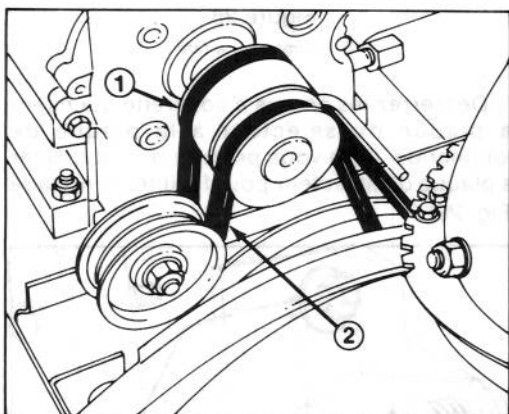
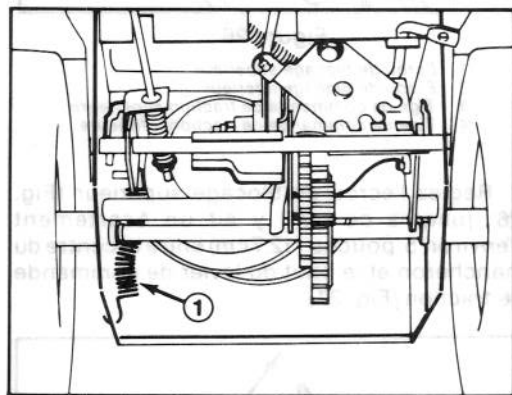

Figure 24
Figure 25
Quand la courroie de commande de tarière et du rotor (Fig. 24) est usée, étirée, saturée d'huile ou défectueuse de quelque manière, il faut la remplacer.
3. Enlevez la courroie de commande de tarière de la poulie du moteur et de la grande poulie de tarière/rotor (Fig. 24).
4. Passez la courroie neuve autour de la grande poulie de tarière/rotor (Fig. 24). Passez ensuite la courroie sur la poulie du moteur en vous assurant que la courroie soit à l'intérieur de la poulie de renvoi et du guide de courroie en fil métallique (Fig. 24).
4. Basculez la déneigeuse pour qu'elle appuie sur le logement de tarière et bloquez-la afin qu'elle ne puisse tomber accidentellement. Enlevez la plaque de protection arrière et dégrafez le ressort de la plaque latérale (Fig. 25).
5. Remettez la déneigeuse en position normale et enlevez la courroie de commande de traction de la poulie du moteur et de la grande poulie de traction (Fig. 24).
6. Passez la courroie neuve autour de la grande poulie de commande de traction (Fig. 24). Passez ensuite la courroie sur la poulie du moteur en vous assurant que la courroie soit à l'intérieur de la poulie de renvoi de traction et du guide de courroie en fil métallique (Fig. 24). Basculez la déneigeuse sur le logement de tarière, bloquez-la et agrafez le ressort à la plaque latérale (Fig. 25). Remettez la plaque de protection arrière en place et remettez la machine en position normale.